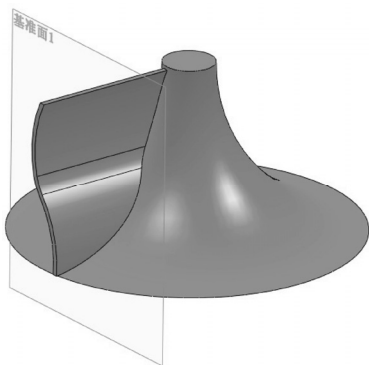

图 4-132 拉伸实体
**07** 拉伸实体。选择菜单栏中的“插入”→“凸台/基体”→“拉伸”命令，或者单击“特征”控制面板中的“拉伸凸台/基体”图标，此时系统弹出图 4-131 所示的“凸台-拉伸”属性管理器。设置拉伸终止条件为“成形到一面”，选择旋转体外表面为成形面，然后单击属性管理器中的“确定”图标，结果如图 4-132 所示。